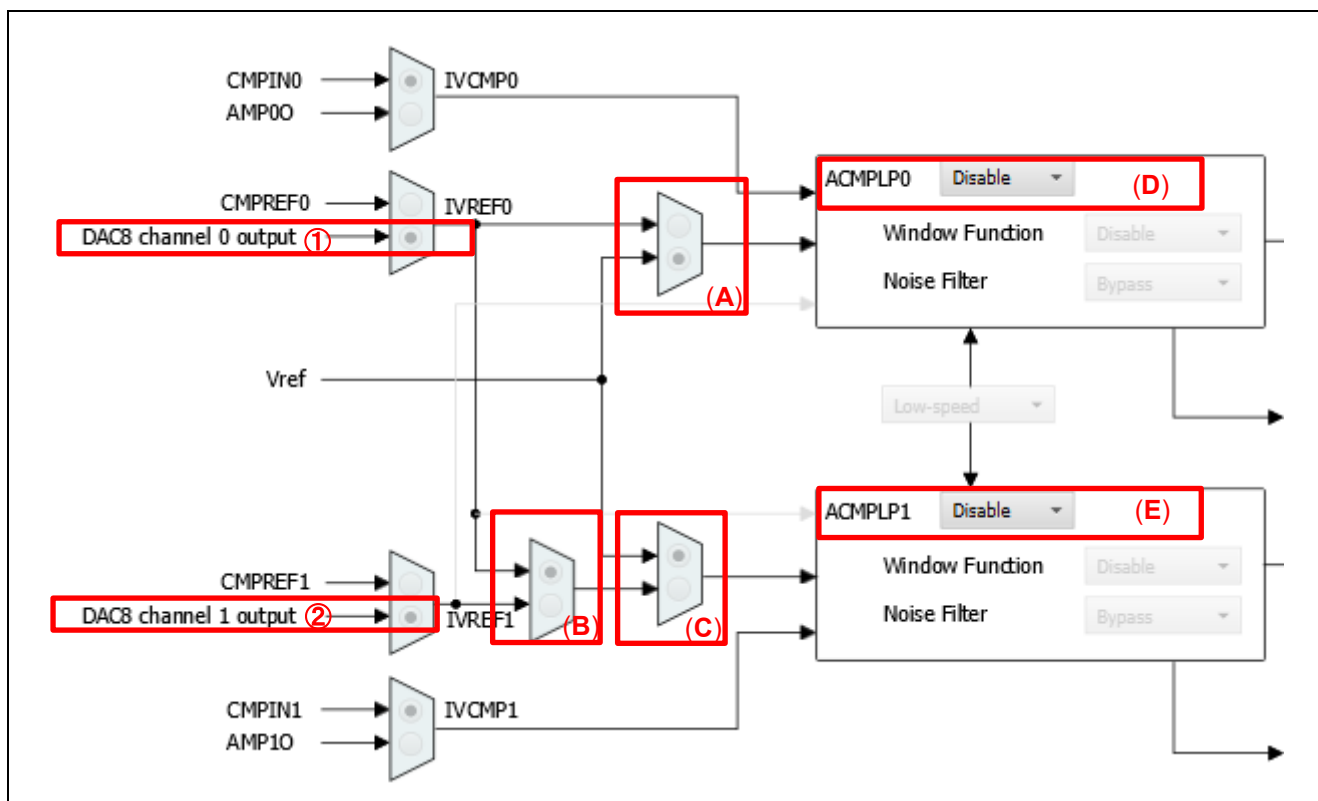

図 3-4 ACMPLP の設定例
■ ACMPLP の「DAC8 channel 0 output」を選択した場合(図 3-4 の①)
- 図 3-4 の(A)で Vref を選択した場合
- ACMPLP0 を「Disable」に選択した場合(図 3-4 の(D))
- 図 3-4 の(B)で IVREF0 を選択、図 3-4 の(C)で Vref を選択、かつ ACMPLP1 を「Enable」に選択した場合(図 3-4 の(E)を Enable に設定)
上記 ACMPLP0 の設定では図 3-4 の①の設定が無効となります。そのため、図 3-4 の①を「DAC8 channel 0 output」から「CMPREF0」に変更してください。
■ ACMPLP の「DAC8 channel 1 output」を選択した場合(図 3-4 の②)
- 図 3-4 の(B)で IVREF0 を選択した場合
- 図 3-4 の(C)で Vref を選択した場合
- ACMPLP1 を「Disable」に選択した場合(図 3-4 の(E))
上記 ACMPLP1 の設定では図 3-4 の②の設定が無効となります。そのため、図 3-4 の②を「DAC8 channel 1 output」から「CMPREF1」に変更してください。